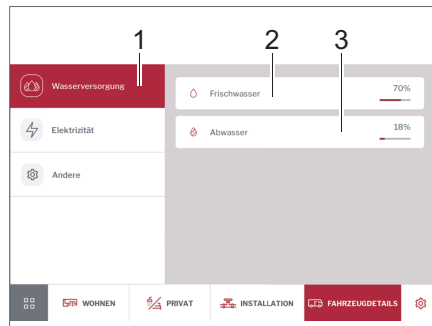

Fig. 278 Suministro de agua
- Tocar en la opción *Suministro de agua* (Fig. 278,1).
Se muestran los niveles de llenado del depósito de agua potable (Fig. 278,2) y del depósito de aguas residuales (Fig. 278,3) en %.